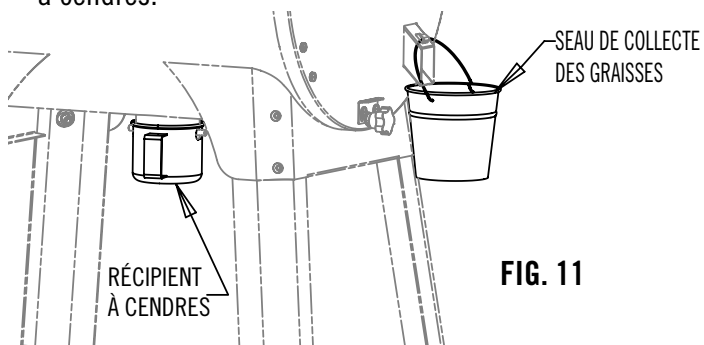

FIG. 11
1. Suspendre le seau de collecte des graisses à son conduit d'évacuation comme indiqué à la Fig. 11.
1. Monter le réceptier à cendres comme indiqué à la Fig. 11.